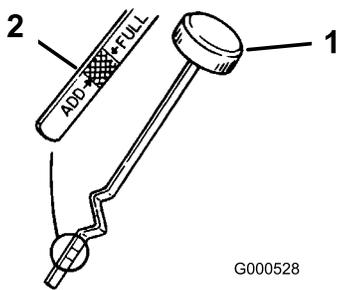

Figura 34
3. Svitare l'asta di livello dell'olio e pulitene l'estremità (Figura 34).